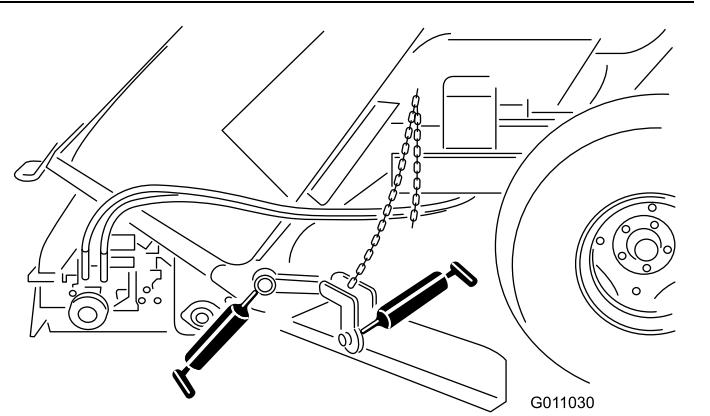

Figura 38
- Attacco della lama Windrow (Figura 38)
- Mozzo della lama Windrow (Figura 38)